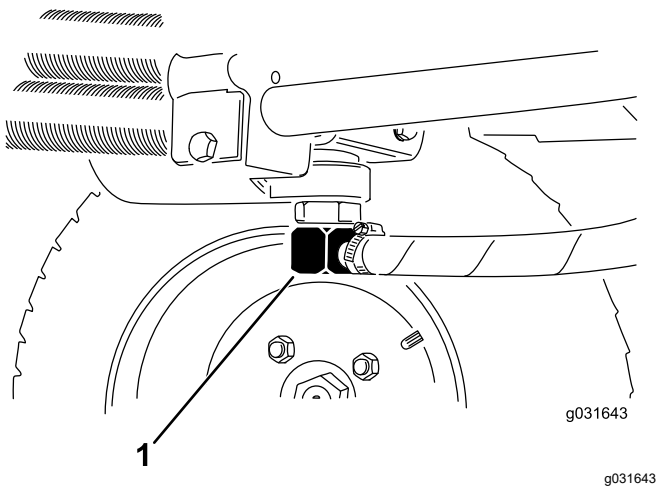
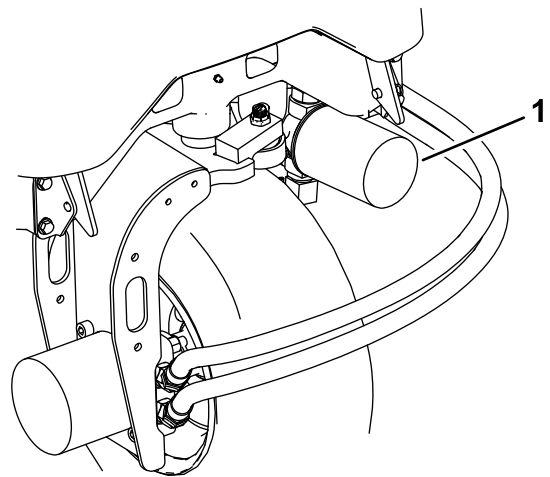

Figura 64
Figura 66
2. Scollegate il tubo idraulico o togliete il filtro idraulico e lasciate defluire il fluido idraulico in una bacinella (Figura 66 e Figura 64).
3. Pulite attorno all'area di montaggio del filtro, collocate una bacinella di spurgo sotto il filtro e togliete il filtro (Figura 66).
3. Quando il fluido idraulico cessa di defluire, montate il tubo idraulico (Figura 64).